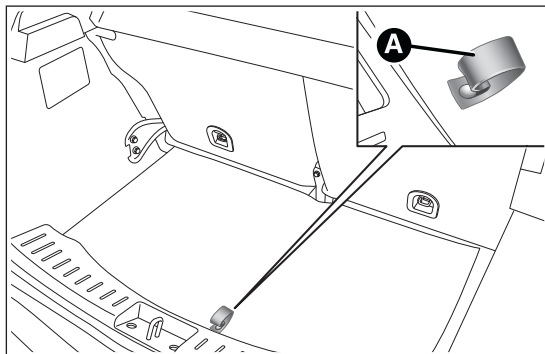

fig. 114
- ☐ abrir el maletero, tirar de la lengüeta A fig. 114 y levantar la alfombrilla de revestimiento hacia arriba;